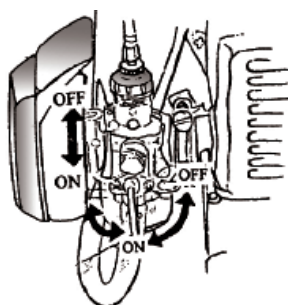

Fig. 8
- a) Poner en "ON" el interruptor de combustible (Fig.8)